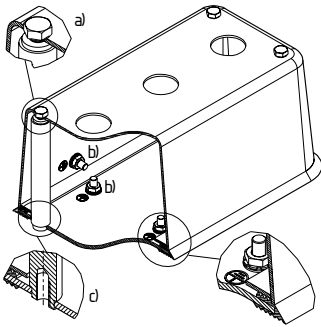

Fig. 1: Montaje de la caja
1. Establezca una unión, cada una con un cable, entre los tornillos de conexión a tierra previstos (fig. 1) en la tapa de la caja y la base de la caja.
4. La caja debe incluirse con el tornillo de conexión a tierra libre en el sistema de compensación de potencial según EN 60079-14 (ABNT NBR IEC 60079-14) (fig. 1).